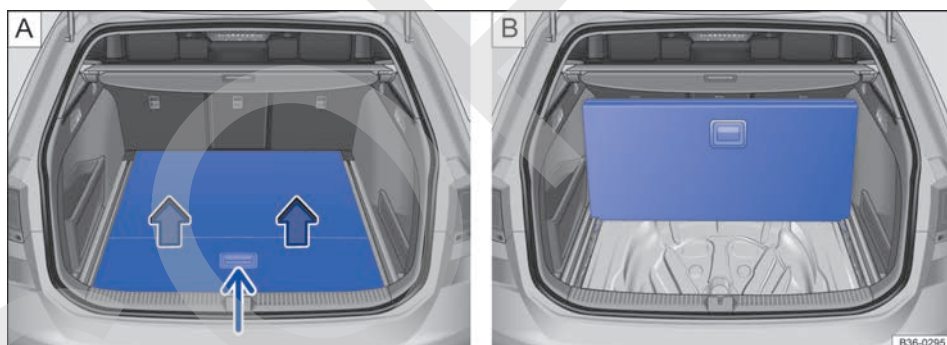

Fig. 144 En el maletero: colocar el piso del maletero en vertical.
- Levante el piso del maletero por el asidero → fig. 144 A (flecha pequeña) y colóquelo en posición vertical tal y como se muestra → fig. 144 B.
- Para plegar el piso, empújelo hacia delante → fig. 144 B hasta que quede tumbado plegado.